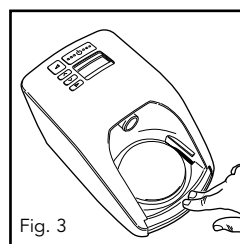

Fig. 3
- d. Para fijar la cámara de agua al aparato serie HC230, presione la protección con los dedos y deslice la cámara sobre del equipo (Fig. 3 y 4).